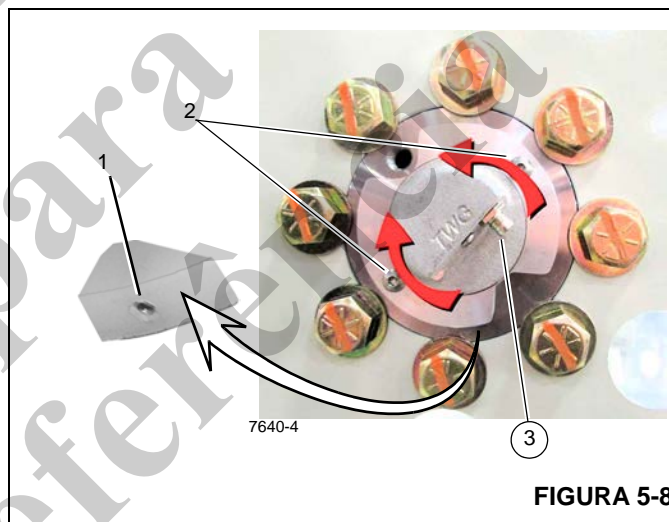

FIGURA 5-8
7. Solte o parafuso de trava (1, Figura 5-8) na lateral do flange do DRI.
8. Usando os furos de chave de boca (2, Figura 5-8) gire o DRI, de forma que o conector (3) fique voltado para baixo.
9. Aperte o parafuso de trava (1, Figura 5-8) depois que o DRI estiver posicionado conforme desejado.